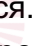

Рисунок 5 – Дневное контр. значение
8. Заданное время и температуры показываются также графически на таймере дисплея (смотри Рисунок 5).
10. В примере на Рисунок 5 для понедельника задано 7 контрольных значений, как указано ниже:
- ☞ При свободном программировании дневных контрольных значений важно **ВСЕГДА** программировать все 24 часа как в примере на Рисунок 5. Если остаются периоды времени без программирования, хронотермостат в автоматическом режиме применяет данные, заданные на это же время в предыдущий день (хотя это не показывается на дисплее).